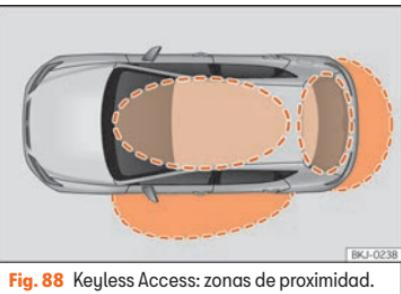
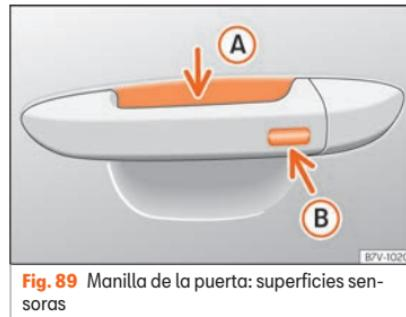

Fig. 88 Keyless Access: zonas de proximidad.
Fig. 89 Manilla de la puerta: superficies sensoras
»» fig. 89
Keyless Access es un sistema de cierre y arranque sin llave con el que se puede desbloquear y bloquear el vehículo sin utilizar activamente la llave del mismo. Para ello solo es necesario que haya una llave del vehículo válida en la zona de detección correspondiente al intento de acceso al vehículo »» fig. 88 y tocar una de las superficies sensoras de las manecillas de las puertas »» fig. 89 »» ①.
Si se encuentra una llave válida en una de las zonas próximas »» fig. 88, el sistema de cierre y arranque sin llave Keyless Access le otorga a dicha llave derechos de acceso en cuanto se toca una de las superficies sensoras de las manecillas de las puertas delanteras.
- Empuñe la manecilla de la puerta del conductor. Al hacerlo se toca la superficie sensora »» **fig. 89 A** (flecha) de la manecilla y se desbloquea el vehículo.
- Toque una vez la superficie sensora de bloqueo »» **fig. 89 B** (flecha) de la manecilla de la puerta del conductor. La puerta cuya manecilla se acciona deberá estar cerrada.
- Toque una vez la superficie sensora »» **fig. 89 B** (flecha) de la manecilla de la puerta del conductor. El vehículo se bloquea con el sistema de seguridad "Safe".
- Toque dos veces la superficie sensora »» **fig. 89 B** (flecha) de la manecilla de la puerta del conductor para bloquear el vehículo sin activar el sistema de seguridad "Safe" »» pág. 112.
Cuando el vehículo está bloqueado, el portón trasero se desbloquea automáticamente al abrirlo si en su zona próxima »» **fig. 88** se encuentra una llave del vehículo válida.
• Pulse el botón de cierre  del mando a distancia y toque una vez, dentro de los 5 segundos siguientes, la superficie sensora de bloqueo de la manecilla de la puerta del conductor  fig. 89 **B**. No agarre la manecilla de la puerta, de lo contrario el vehículo no se bloqueará. También es posible llevar a cabo la desactivación si se bloquea el vehículo a través de la cerradura de la puerta del conductor.
Para cerrar con la función de confort todas las ventanillas eléctricas, mantenga un dedo durante unos segundos sobre la superficie sensora de bloqueo  fig. 89 **B** (flecha) de la manecilla de la puerta hasta que se hayan cerrado las ventanillas.
Las superficies sensoras de las manecillas de las puertas podrían activarse al recibir un chorro de agua o de vapor a gran presión en el caso de que hubiera alguna llave del vehículo válida en la zona próxima. Si al menos una de las ventanillas con elevadoras eléctricas está abierta y se activa la superficie sensora  fig. 89 **B** (flecha) de una de las manecillas de forma permanente, se cerrarán todas las ventanillas.